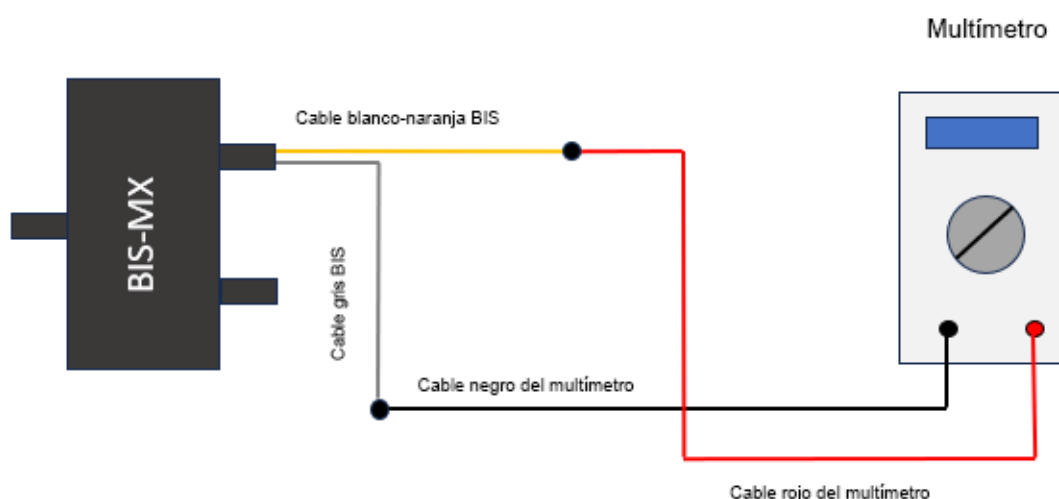

Fig.12 Diagrama de conexión
2. Monte el circuito de conexión según la «Fig. 12 Diagrama de conexión».